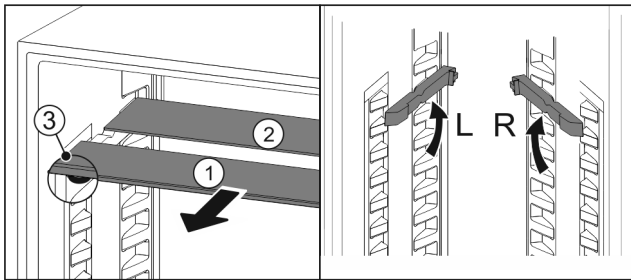

Fig. 141
- ▶ Glasplatten einzeln nach vorne herausziehen Fig. 141 (1).
- ▶ Glasplatte Fig. 141 (1) mit Zierleiste liegt vorne.
- ▶ Stopps Fig. 141 (3) zeigen nach unten.